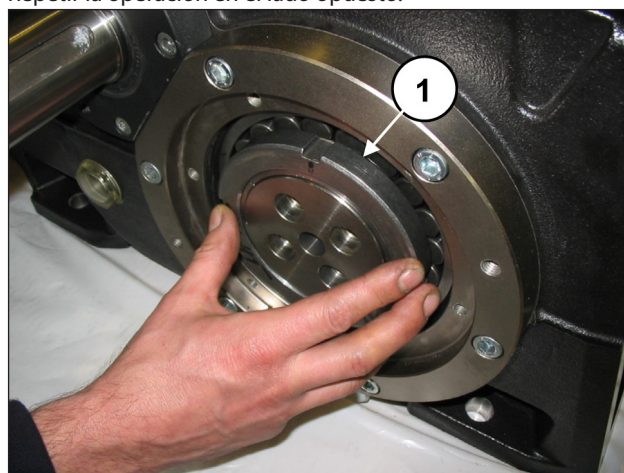
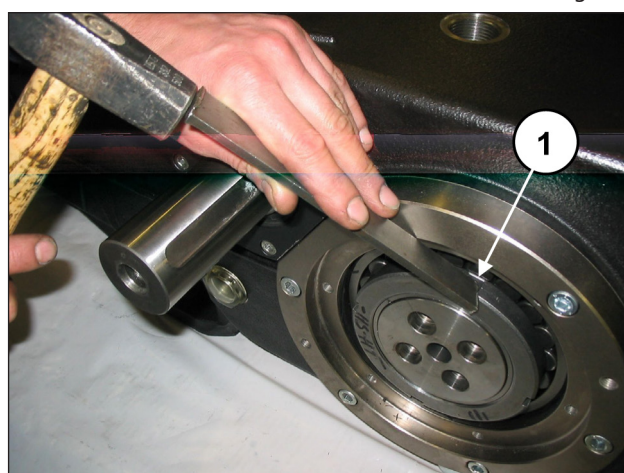

Fig. 15
Fig. 16
En uno de los lados, enroscar una corona de tipo SKF KM20 en el casquillo de presión (pos. ①, Fig. 15) y desbloquear el casquillo con una herramienta de percusión (pos. ①, Fig. 16), sin extraerlo. Repetir la operación en el lado opuesto.